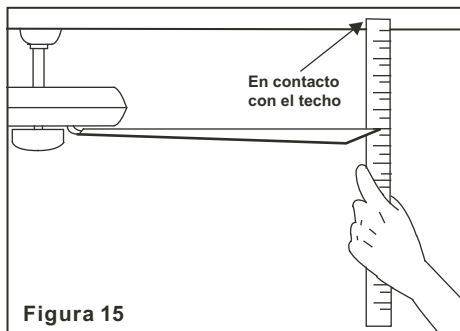

Figura 15
2. La mayoría de los problemas de oscilación se originan cuando los niveles de las aspas son desiguales. Revisar esté nivel por medio de seleccionar un punto del techo por encima de la punta de una de las aspas. Medir esta distancia como se muestra en la Figura 15. Rotar el ventilador hasta que la siguiente aspa esté ubicada para medición. procedimiento para cada aspa. Las medi repetir el das hacer fucional deben mantenerse dentro de 1/8 pulgadas (3mm).